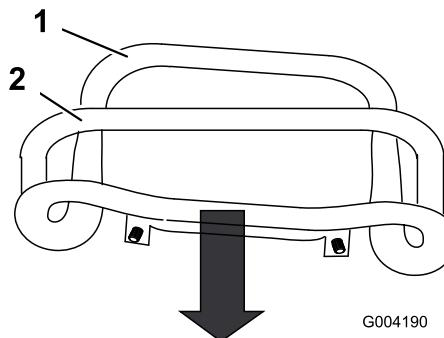

Figura 48
3. Puxe para trás o controlo de tração de modo a que a parte da frente do controlo entre em contacto com a barra de referência (Figura 48).